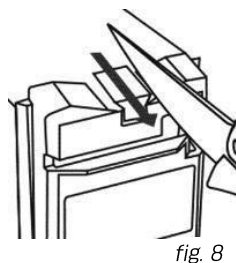

fig. 8
4. Glissez la lame sur la meule sur toute sa longueur tout en exerçant une pression légère et constante (fig. 8).